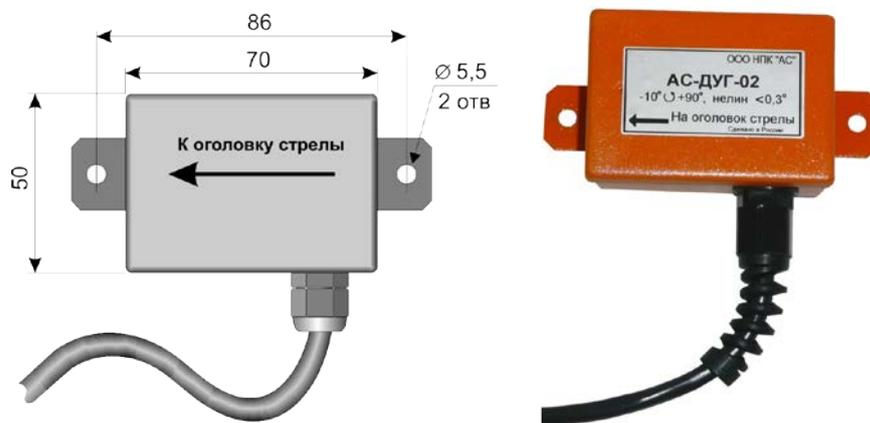

Рис. 6
6.6. Датчик угла наклона стрелы, Рис.6, представляет собой электронный потенциометр, приводимый в действие силой гравитации и преобразующий угол наклона стрелы в электрический сигнал. В стреловом исполнении единственный датчик угла установлен сбоку на корневой секции стрелы, Рис.1.